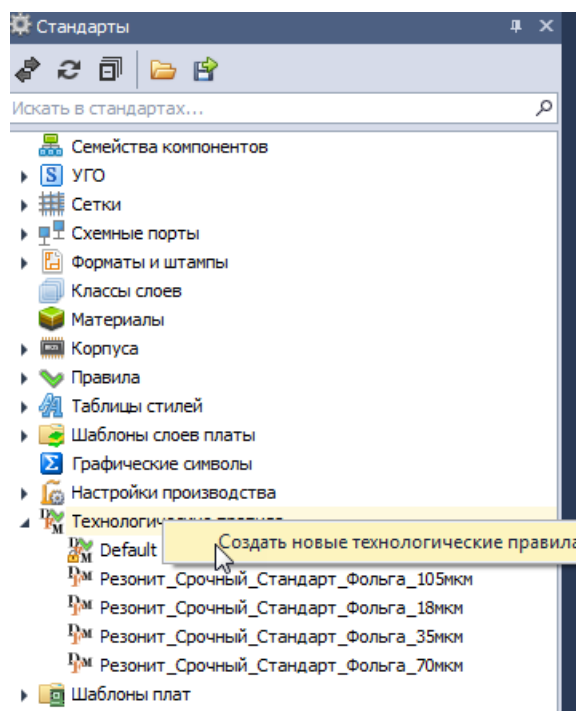

Рис. 127 Создание нового шаблона технологических правил
2. Вызовите контекстное меню с узла и выберите пункт «Создать новые технологические правила», Рис. 127.